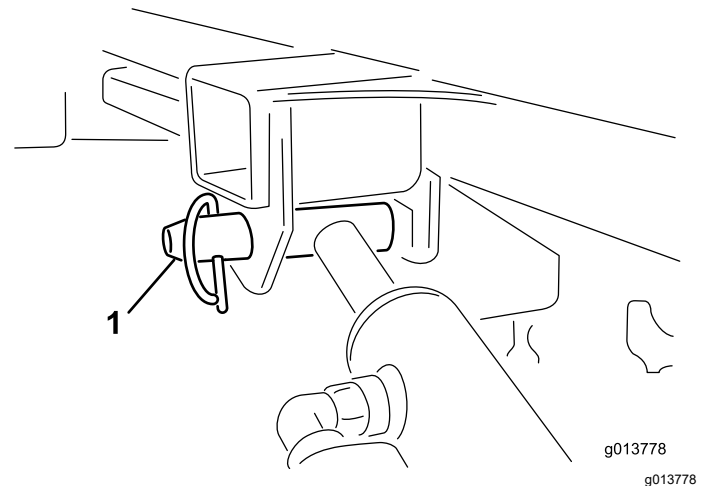

Figura 54
11. Susinei cilindrul de ridicare cu o mână. Cu cealaltă mână, îndepărtați tiftul de blocare al cilindrului de ridicare (Figura 54).